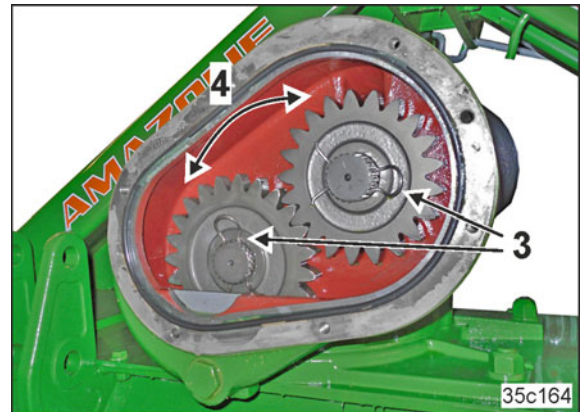

Fig. 161
8. Retirar los muelles de retención (Fig. 161/3)
- o sustituir las entre sí (Fig. 161/4) o